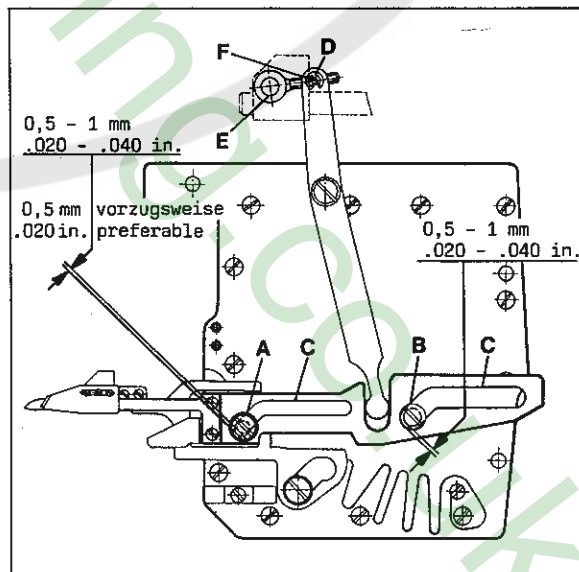

Fig.48
- 2.1 When the thread trimmer drive is in its home position, the distance between the guide sleeve under screw (A, Fig. 48) as well as between guide washer under screw (B) and the left ends of slots (C) should be 0.5 to 1 mm (.020 to .040 in.) (preferable 0.5 mm (.020 in.)).
- 2.1 In Ruhestellung des Fadenabschneider-Antriebs soll der Abstand zwischen der Führungshülse unter der Schraube (A, Fig. 48) sowie zwischen der Führungsscheibe unter der Schraube (B) und den linken Enden der Schlitze (C) etwa 0,5 bis 1 mm betragen (vorzugsweise 0,5 mm).